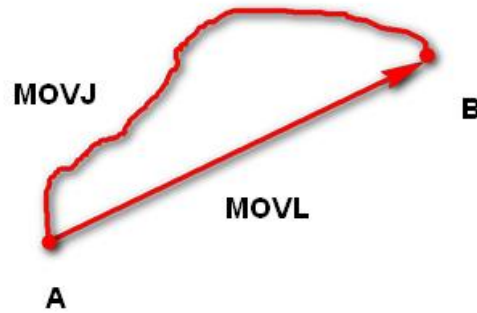

图 2.7 MOVL 和 MOVJ 运动模式
如图 2.7所示。
- **MOVL:** 直线运动，A点到B点的路径为直线，如图 2.7所示。